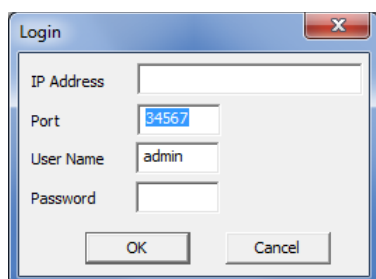

Рисунок 16.4 — Окно Login
- В открывшемся окне *Login* укажите параметры подключения к IP-устройству и нажмите кнопку *OK* (см. рисунок 16.4).